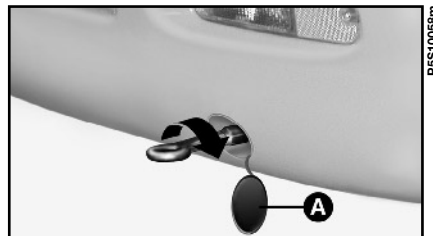

fig. 38
- Rimuovere il coperchietto **A-fig. 38** inserito a pressione sul paraurti posteriore. Per questa operazione, nel caso si utilizzi il cacciavite in dotazione con lama a punta piatta, occorre proteggere la punta stessa con un panno morbido, al fine di evitare l'eventuale danneggiamento della vettura.